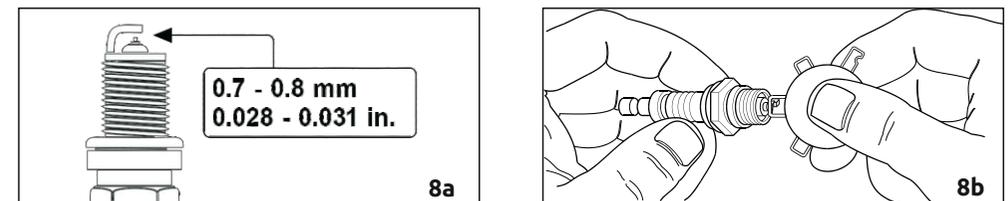

Рисунок 8 – Установка свечи
4. Установите зазор в новой свече равным 0.76 мм (рис.8а). Установите ее в «голову» цилиндра.